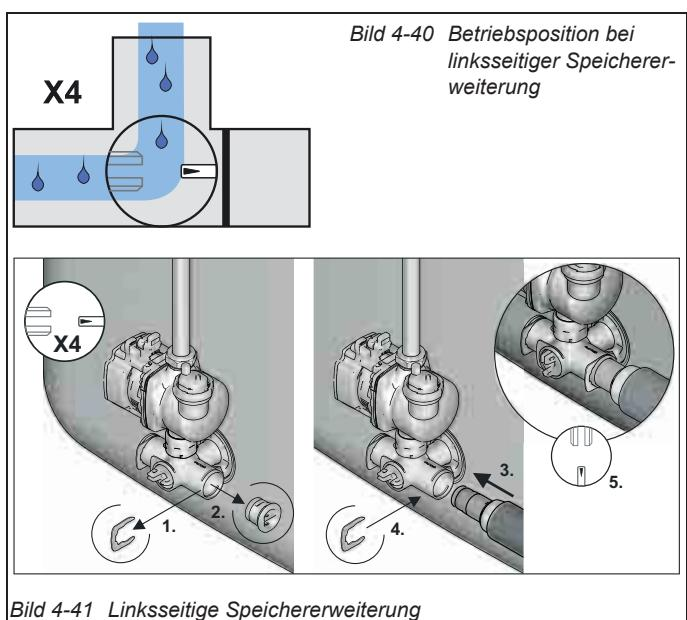

Bild 4-40 Betriebsposition bei linksseitiger Speichererweiterung
- X4: linksseitige Speichererweiterung, Bild 4-40.